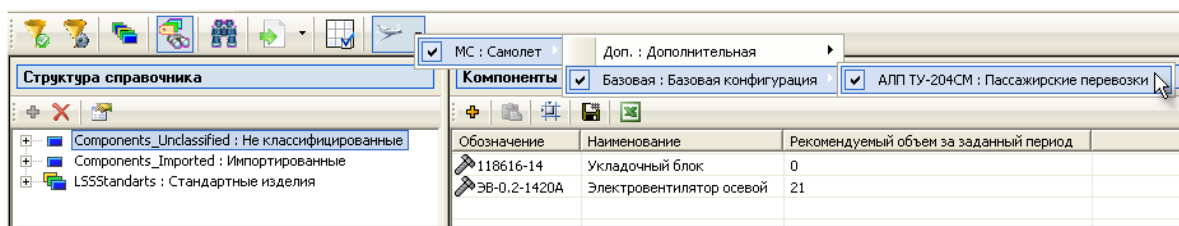

Рис. 4-50
- нажать кнопку **Выбор проекта АЛП**  и в раскрывающемся списке выбрать нужное ФИ. Далее необходимо выбрать конфигурацию ФИ и проект АЛП (рис. 4-50).